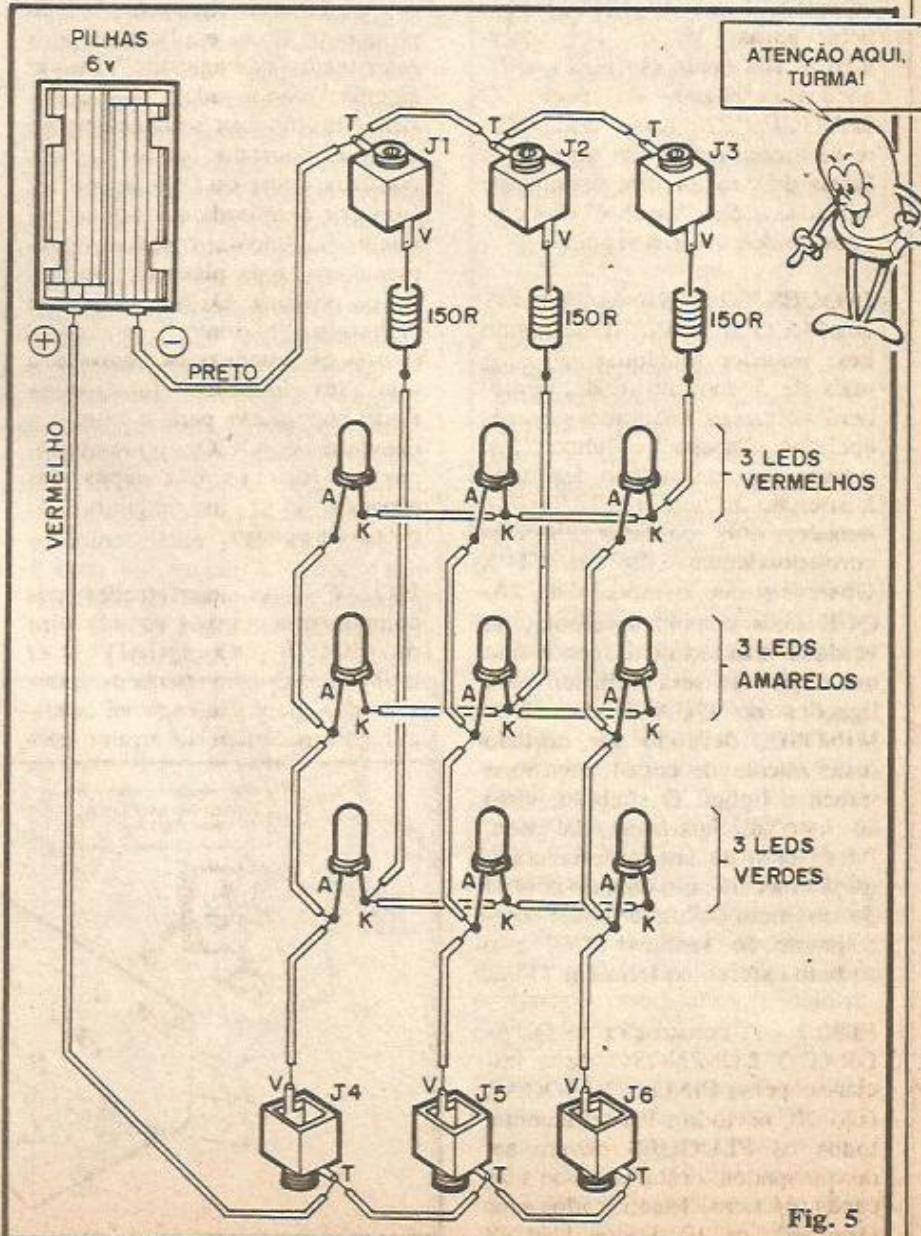

Fig. 5
**- FIG. 5** - Diagrama das ligações do circuito, em "vista real" ("chapeado"). Não tem nada de difícil, só "pedindo" certa atenção... Notem que todas as peças estão nas mesmas posições respectivas (LEDs e jaques) mostradas na fig. anterior (4) e assim deve ser interpretada a "coisa" no momento das ligações soldadas. Todas as conexões são diretas, ponto a ponto, feitas com fio isolado fino ("cabinho"), obviamente removendo-se a isolação nas pontas, antes das soldagens. Identificar BEM os terminais de todos os LEDs (em dúvida, consultar a fig. 2) e jaques. Observar também a polaridade de alimentação (pilhas), codificada através das cores (vermelho/preto) dos fios que normalmente saem do suporte. Atenção às ligações dos 3 resistores e à disposição (com relação às CORES) das 3 filas de LEDs. CUIDADO para que não resultem "curtos" ou contatos indevidos (por exemplo: entre as duas "pernas" de um mesmo LED...). NÃO COLOCAR as pilhas no suporte, sem antes conferir tudo, tantas vezes quantas necessárias para ter a certeza de que não há erros. Notar ainda que, embora na figura alguns dos fios sejam vistos em tamanhos consideráveis (isso foi feito apenas para facilitar a localização e visualização individual